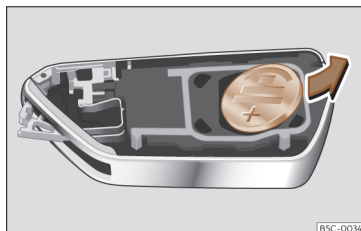

**Fig. 73** Chave do veículo: remoção da pilha.
- Extraia a pilha do compartimento com um objeto fino adequado >>> Fig. 73.
- Coloque a pilha nova, pressionando-a no compartimento respetivo >>> ①.